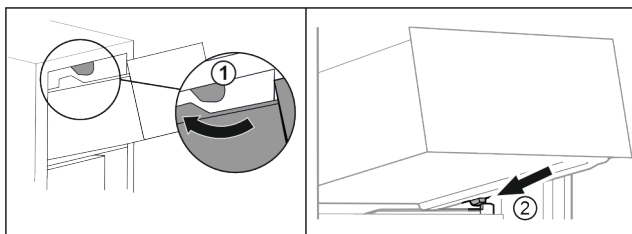

Fig. 98
- Juhtige sahtel ümber ülemiste peatajate. Fig. 98 (1)
- Asetage sahtel kaldu alumiste peatajate taga anumaribile. Fig. 98 (2)